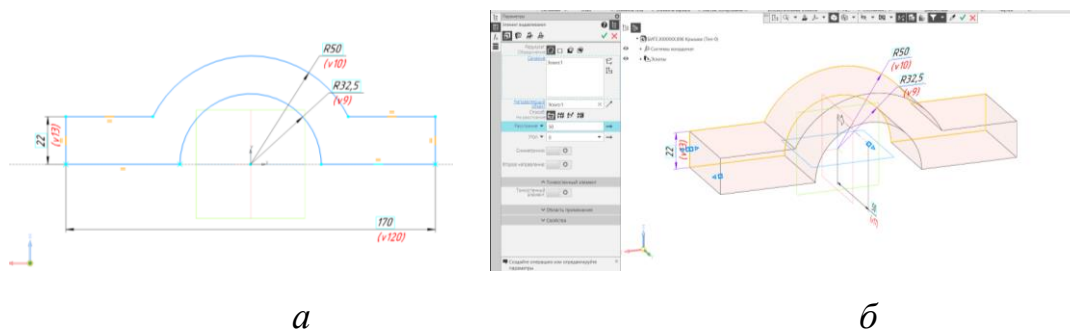

Рис. 11 Команда «Элемент выдавливания» для Крышки: *а* – эскиз для создания модели, *б* – результат выдавливания
- Плоскость XZ – Создать эскиз (рис. 11, а).
Параметры выдавливания: результат операции – объединение; направляющий объект – Эскиз 1; способ – на расстояние 50 мм (рис. 11, б).